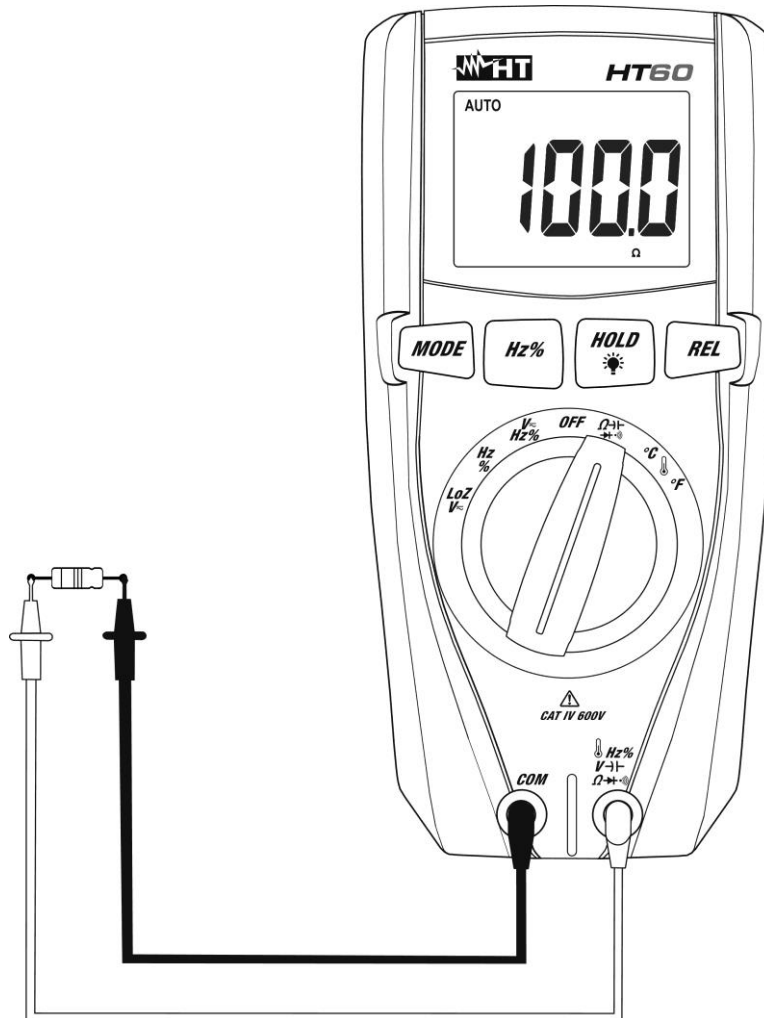

Abb. 5: Verwendung des Gerätes für Widerstandsmessung und Durchgangsprüfung
3. Verbinden Sie die Messleitungen in die gewünschten Messpunkten des zu messenden Kreises (siehe Abb. 5). Der Widerstandswert erscheint auf dem Display.